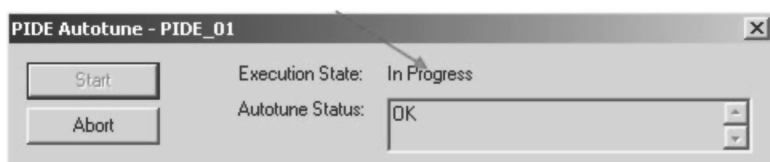

图 16-30 自整定过程
5. 单击“启动”（Start）按钮，开始自整定过程，如图 16-30 所示。此过程可能耗时几分钟。